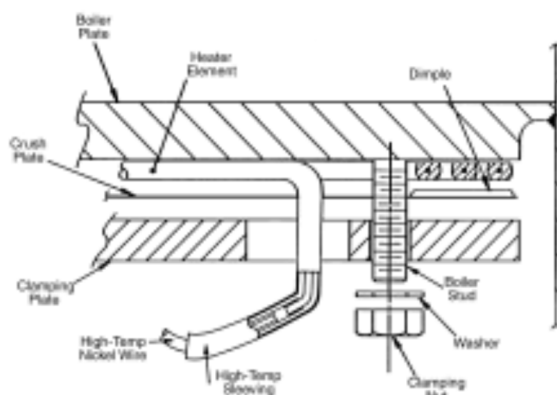

Abbildung 30 Montage des Heizelements
- 9 Die Heizungsisolierung (nicht in Abbildung 30 dargestellt) zwischen den Hochtemperatur-Nickeldrähten und der Klemmplatte wieder anbringen.